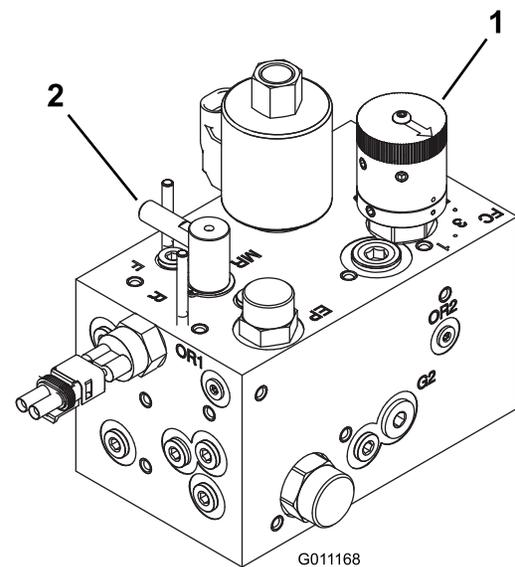

Figura 77
3. Gire el mando de autoafilado a la posición de autoafilado (R). Gire el control de velocidad del molinete a la posición 1 (Figura 77).